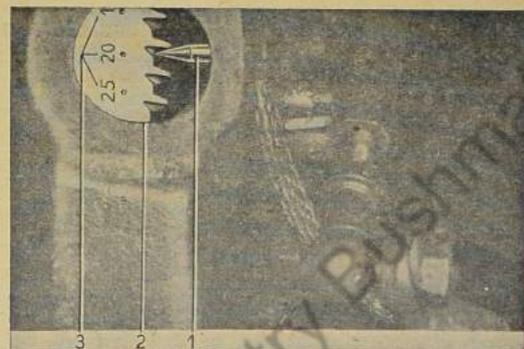

Bild 145: Kolben Nr. 1 auf 20° vor O. T. stellen
1. Kolben für 1. Zylinder auf 20° v. O. T. stellen (Bild 145).